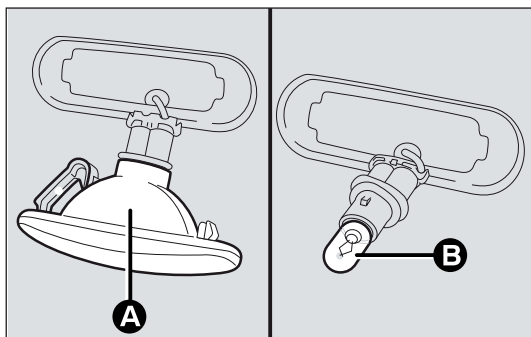

fig. 148
- ☐ extraiga la lámpara B-fig. 148 y cámbiela;